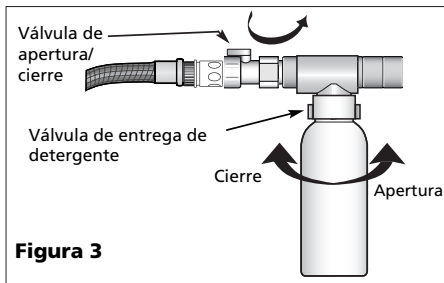

Figura 3
- la para detergente en el distribuidor de detergente. Durante el funcionamiento, usted puede iniciar o detener la entrega de detergente o cera girando la válvula de entrega de detergente a la posición de apertura o cierre (Figura 3).
1. Para hacer que giren los accesorios, gire la válvula de apertura/cierre (Figura 3).